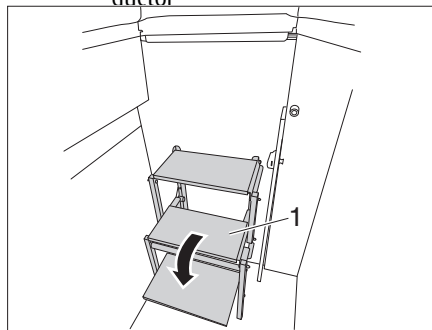

Fig. 57 Desplegar la escalera
- Desplegar la escalera (Fig. 57,1).
- Plegar la escalera (Fig. 57,1).